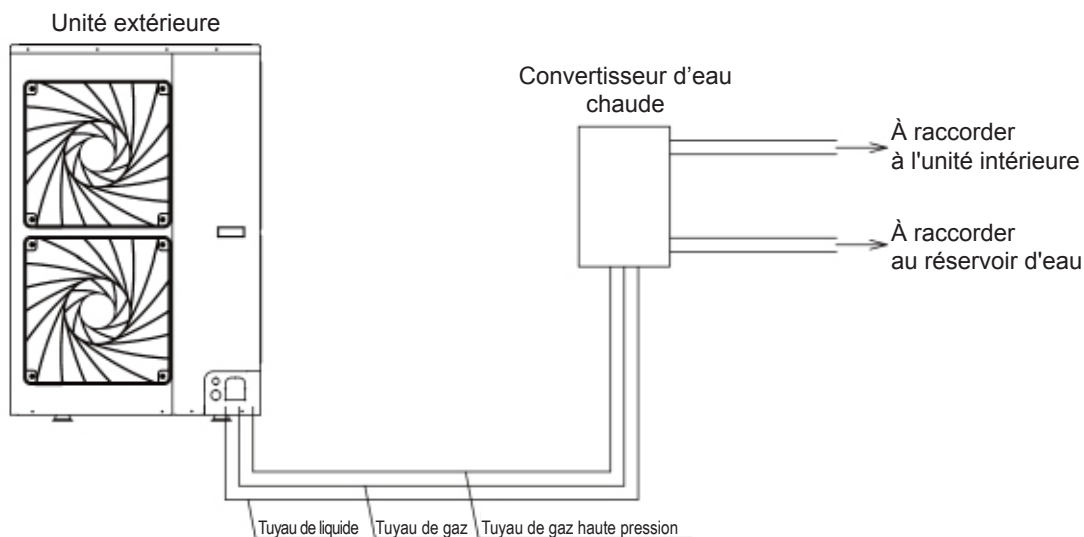

Fig. 16
- (2) Le tuyau de branchement en Y possède plusieurs sections de tuyau de différentes tailles afin de faciliter la connexion avec de nombreux tuyaux en cuivre. Utilisez un coupe-tuyau pour couper la section de tuyau aux dimensions adéquates, puis retirez les bavures. Voir Fig. 16.
- (3) Le tuyau de branchement en Y doit être posé verticalement ou horizontalement.